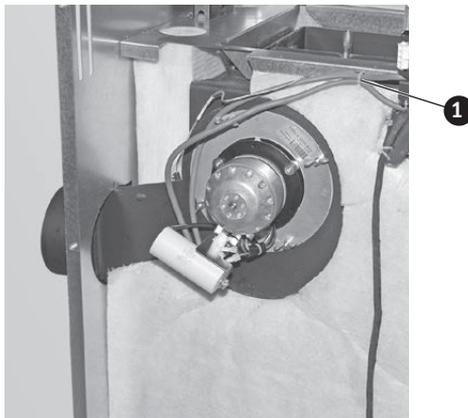

Fig. 41 Riavvitare il ventilatore gas combustibili ruotato di 90°
- ▶ Riavvitare nuovamente il ventilatore gas combustibili ruotandolo di 90° – Fig. 41.